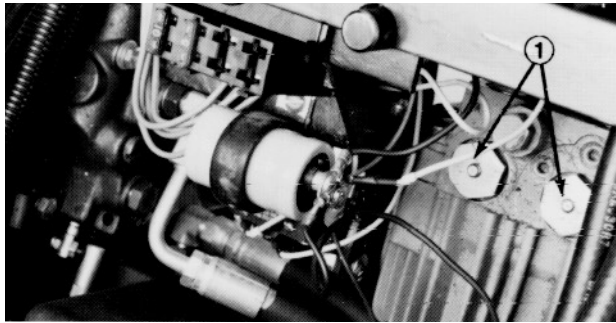

Fig. 14
2. Quando si spinge o si traina il trattorino tenere premuti i perni al centro delle due (2) valvole di rimando nella parte superiore della trasmissione (Fig. 14).
Spalmare abbondante grasso allo spillo delle valvole di rimando (Fig. 14) una volta all'anno. Lubrificare cuscinetti e boccole del trattorino; i punti di lubrificazione sono indicati nelle illustrazioni in calce.